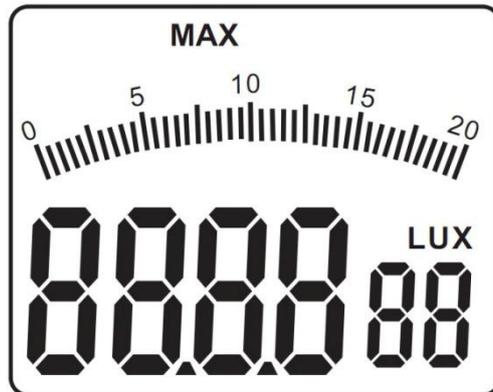

Figura 3-1-3
- Presione el pulsador "MAX/MIN", en la parte superior de la pantalla aparecerá la indicación "MAX" (como se muestra en la figura 3-1-3);